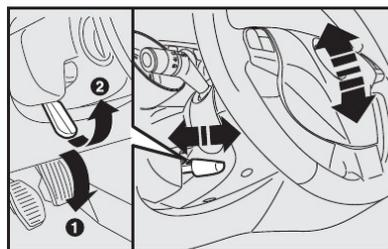

fig. 12
VOLANTE - fig. 12
- 1) deslocar a alavanca A para a posição 1-fig. 12;